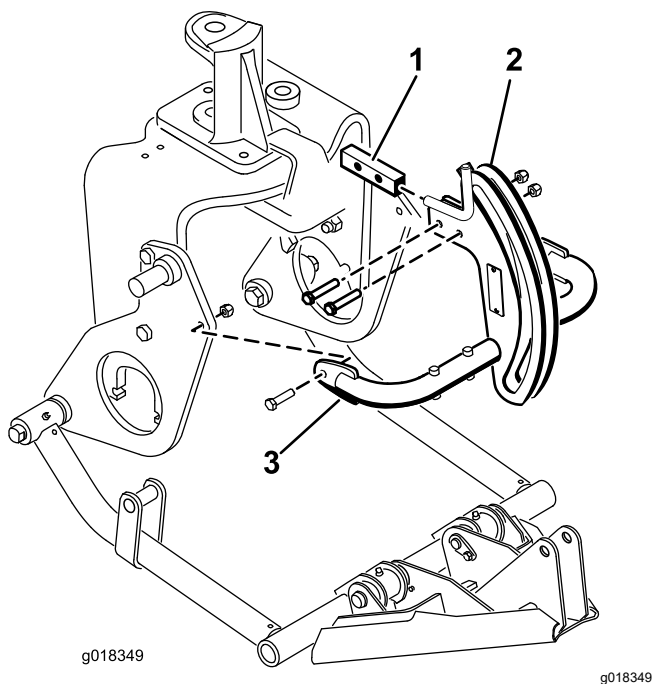

Figura 15
6. Montate la parte superiore del telaio dell'attacco di traino sulla rispettiva staffa con 2 bulloni (3/8" x 2") e dadi (Figura 15).
7. Montate i tubi del telaio dell'attacco di traino sulle piastre dell'aratro con bulloni (3/8" x 1 1/2") e dadi (Figura 15), poi serrate i dispositivi di fissaggio.